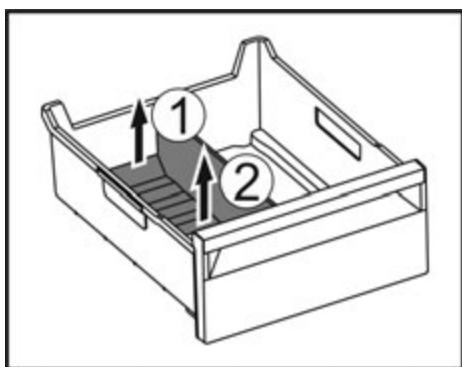

Fig. 126
- Підняти задню частину перегородки відділення для льоду. Fig. 126 (1)
- Вилучити перегородку рухом вгору. Fig. 126 (2)